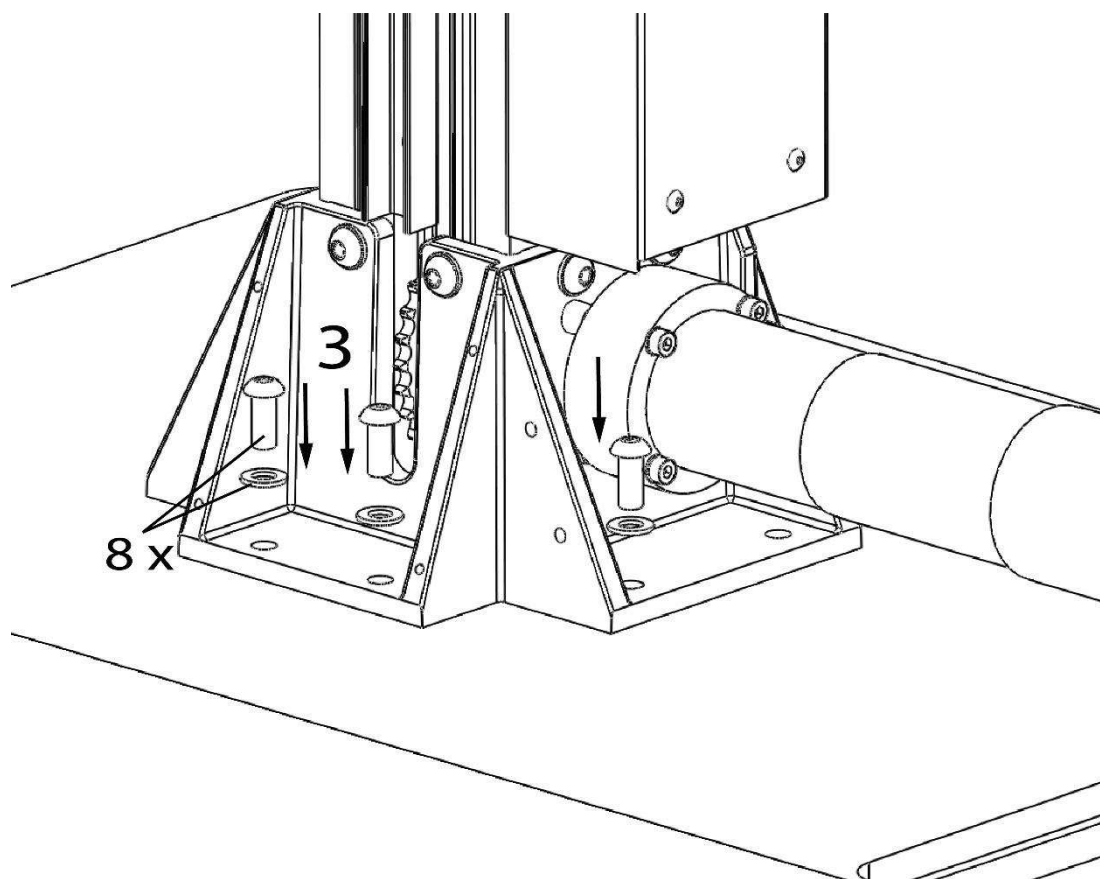

Figura 4: Instalación de los tornillos de montaje
- Busque los tornillos M8 (8 unidades) y las arandelas (**bolsa de tornillería 2**) incluidos. Coloque las arandelas en los tornillos, inserte los tornillos en los orificios del soporte inferior y atorníllelos a la placa base/suelo (**figura 4**). Con una llave T40, **apriete los tornillos a 20 Nm**.